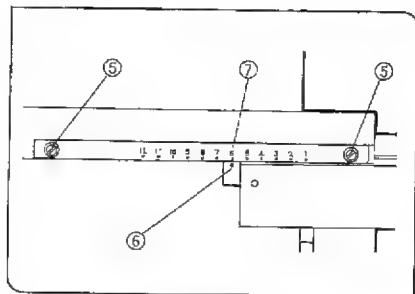

図 60
- 2) 横目盛板固定つまみ⑤をゆるめて、目盛板をスライドさせて、横指標(●)⑥に目盛(●)⑦を合わせ、横目盛板固定つまみを締付けます。(図60)